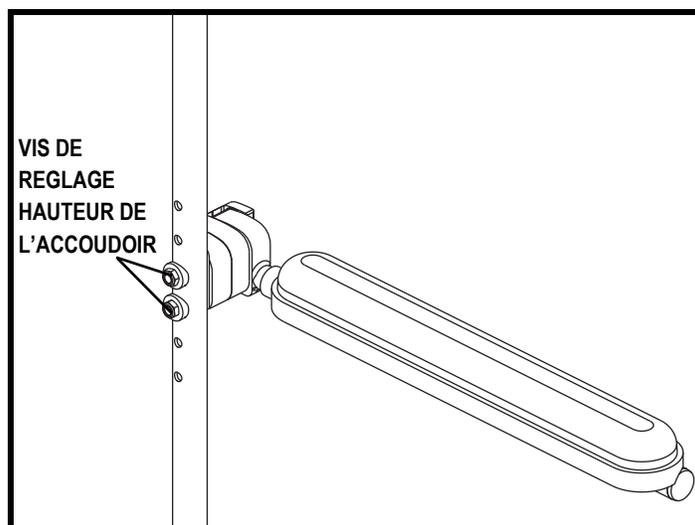

Figure 33. Réglage en hauteur des accoudoirs relevables
1. Enlever les vis de réglage hauteur de l'accoudoir. **Voir la figure 33.**